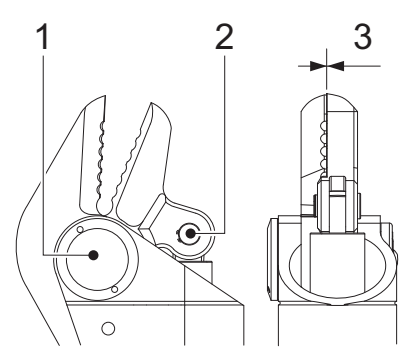

Fig. 12
- Verifique se as lâminas estão direitas. Solicite a substituição das lâminas a um técnico certificado pela Holmatro se apresentarem uma separação superior a 0,6 mm (Fig. 12/3).
Consulte a Fig. 12.